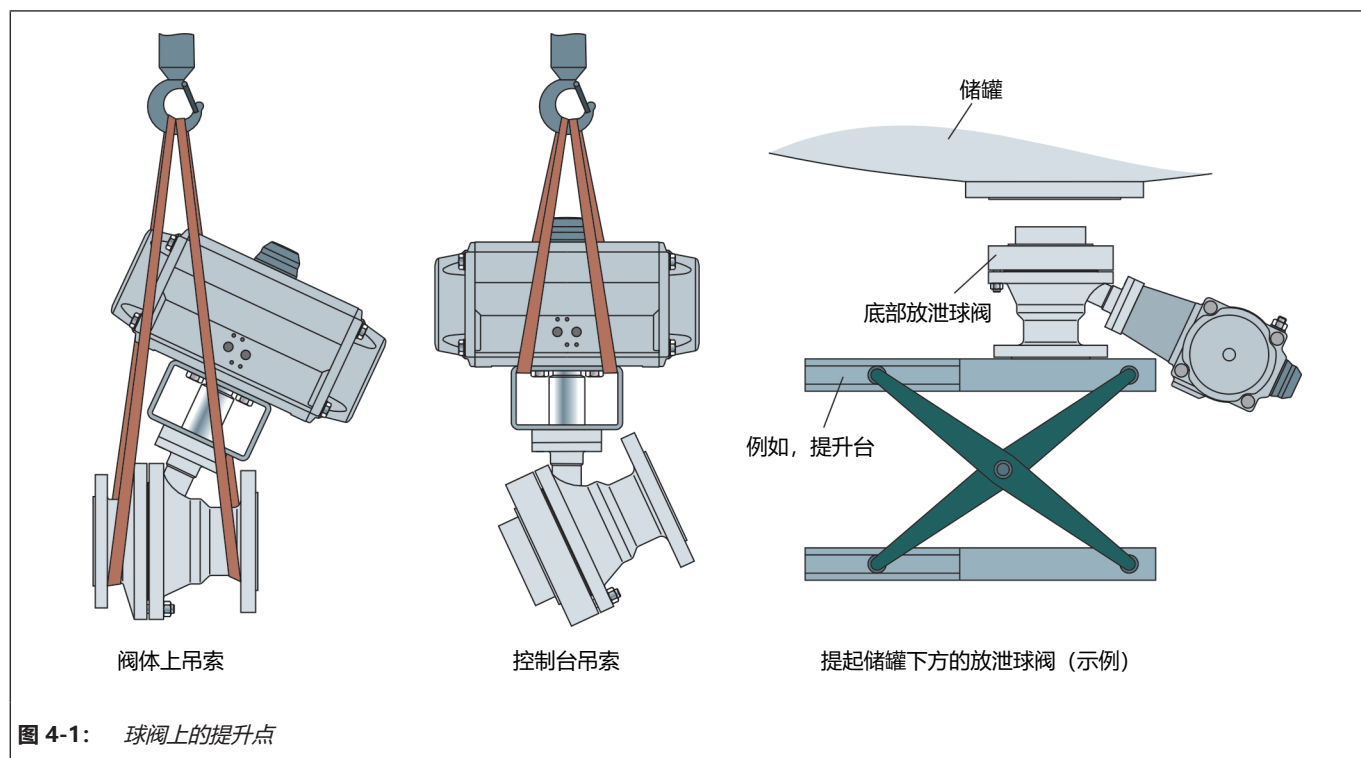

图 4-1: 球阀上的提升点
使用带有安全夹的挂钩作为悬吊元件, 以防吊索在提升和运输期间滑离挂钩, 请参见图 4-1。
- ⇒ 将吊索扣紧到每个外壳法兰以及起重机或叉车的悬吊元件 (例如，挂钩)，请参见图 4-1。在执行此操作时，请检查承载量和吊索长度，以确保安全。
- ⇒ 将吊索扣紧到起重机或叉车的托架和悬吊元件 (例如，挂钩)，请参见图 4-1。在执行此操作时，请检查承载量和吊索长度，以确保安全。